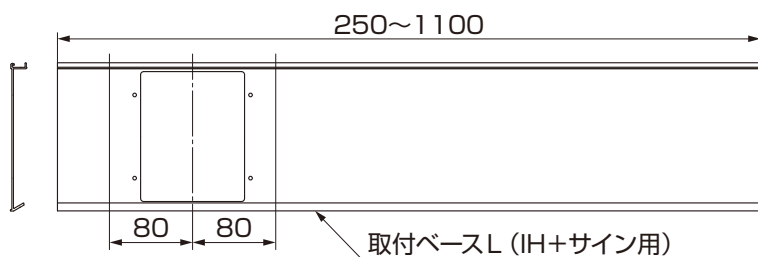

図4-1 取付ベースの切断
- インターホンの切り欠きを中心に左右80mm以上は確保してください。(図4-1参照)